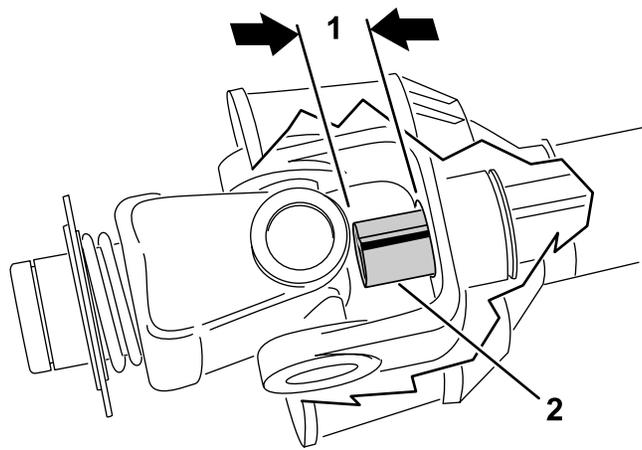

Figura 16
- Deslice totalmente los tubos del árbol de la TDF juntos. Compruebe que el tubo interior no sobresale a la zona de cruceta y cojinete del tubo exterior (Figura 16). Si ocurre esto, debe cortar **más** el tubo interior; continúe con el siguiente paso.
- Mida la distancia de penetración del tubo interior en la zona de cruceta y cojinete del tubo exterior (Figura 16). Añada esta distancia a la dimensión obtenida en el paso 8.